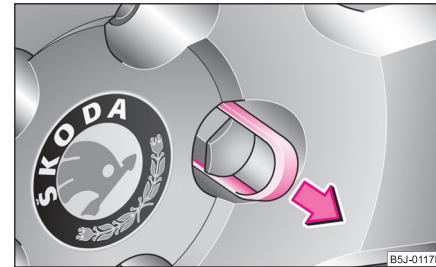

Abb. 184 Radwechsel: Abdeckkappe von der Radschraube abziehen
- Ziehen Sie die Kappe mit der **Kunststoffklammer** ab ⇒ Abb. 184.